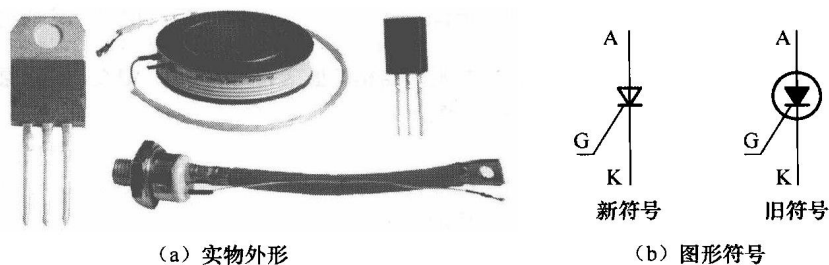

图 2-1 单向晶闸管
单向晶闸管是晶体闸流管的简称，又称可控硅整流器 (Silicon Controlled Rectifier, SCR)，俗称可控硅。单向晶闸管有 3 个电极：阳极 (A)、阴极 (K) 和门极 (G)。图 2-1 (a) 所示为一些常见的单向晶闸管的实物外形，图 2-1 (b) 所示为单向晶闸管的图形符号。